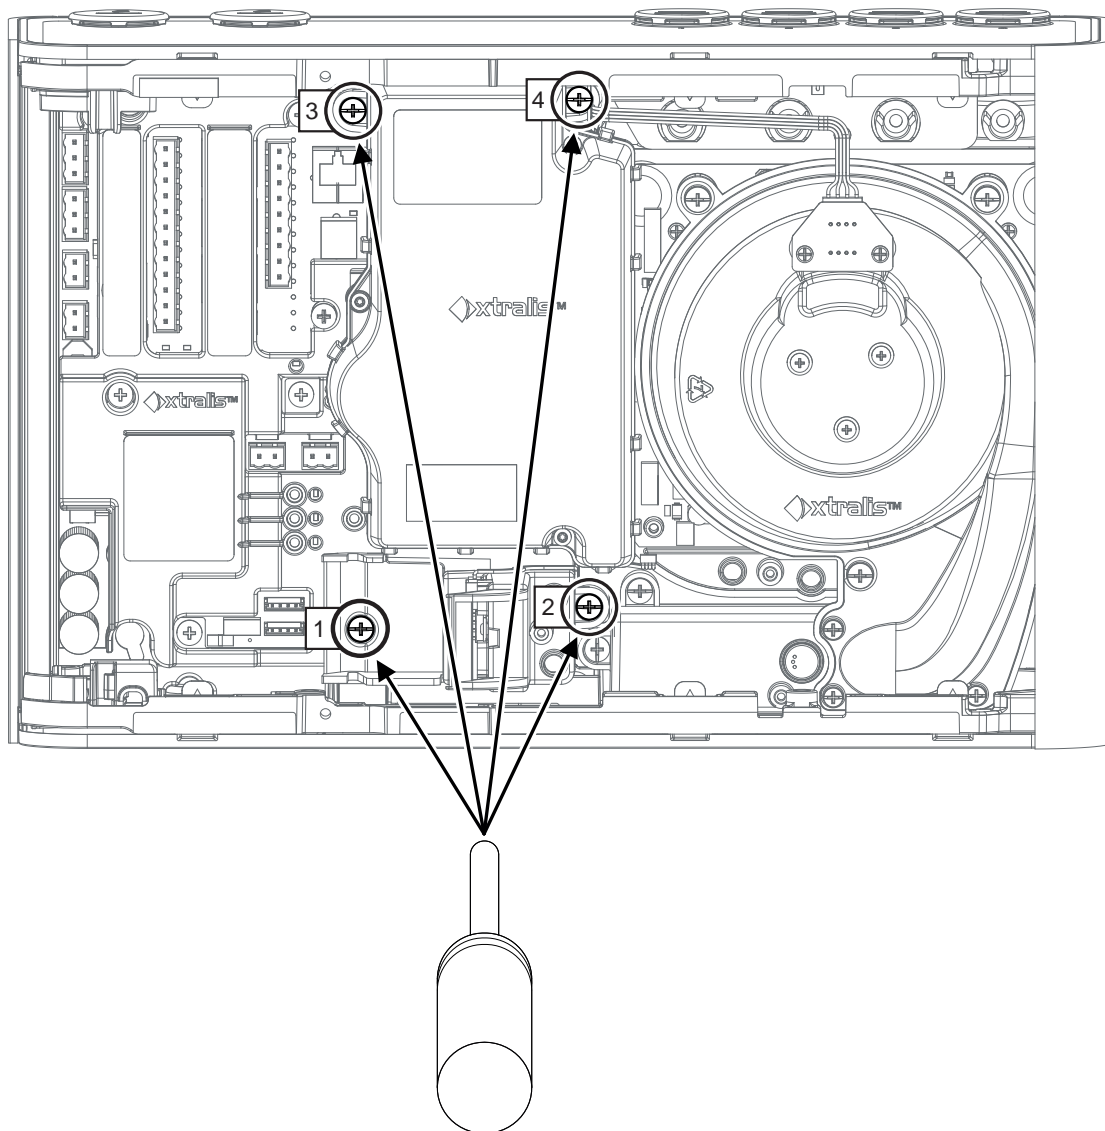

Figure 7-14: Dévisser la première vis de la chambre
2. Retirez les quatre vis de fixation de la chambre à la base du détecteur (Figure 7-14).